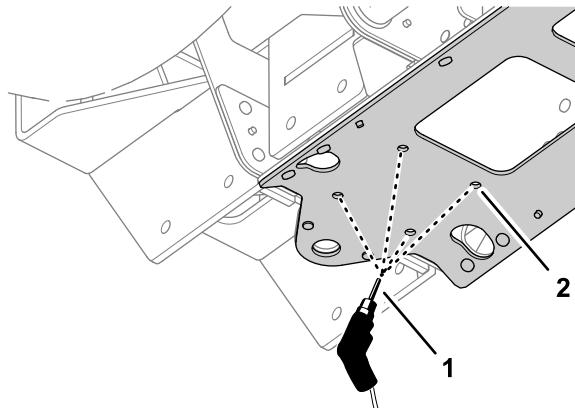

Figure 51
7. Percez 4 trous de 10 mm dans le profilé central aux emplacements marqués au pointeau à l'opération 6, comme montré à la Figure 51.